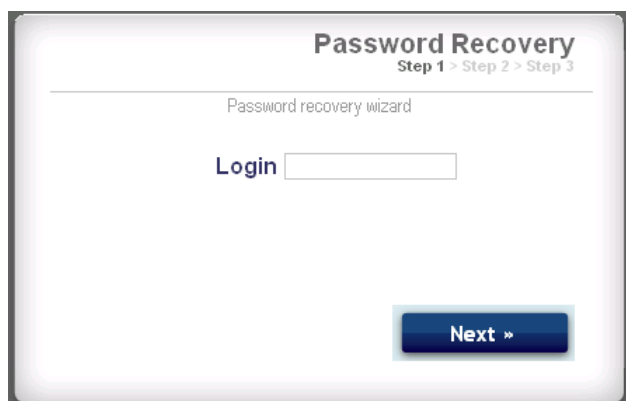

图 44：密码恢复步骤 1
2. 见图 44。系统将提示您的登录名。输入在步骤 5 中记录的名称，第 23 页，然后点击下一步。